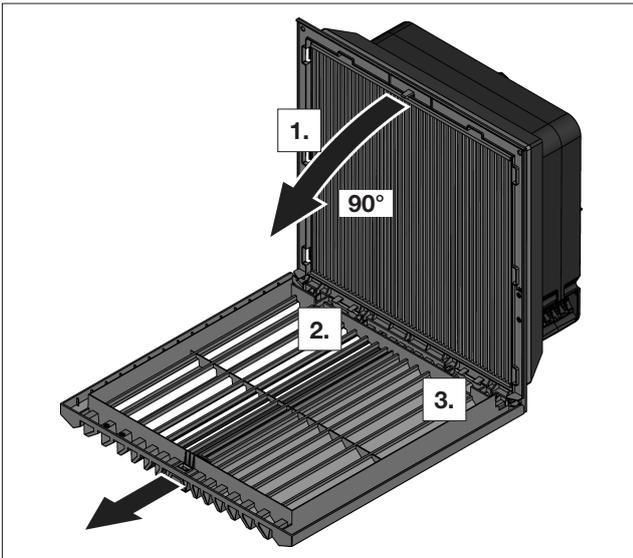

Imagen 2: Desmontaje y montaje de la rejilla
- Para realizar los taladros inferiores, debe retirarse la rejilla según se muestra en la imagen 2. Para ello, aflojar primero un lado de la bisagra y luego el otro.